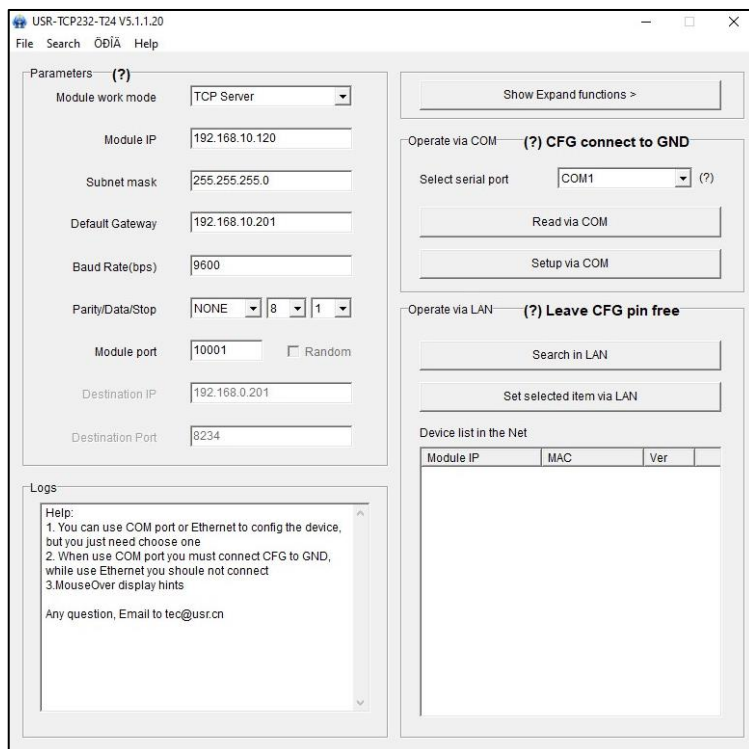

图 6-3 运行 USR-TCP 程序
3. 如图6-3所示，单击“**Search in LAN**”按钮，并确保默认设置匹配。